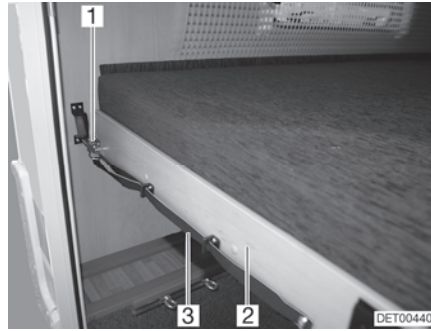

Fig. 116 Litera (parte trasera)
- Tirar del lazo (Fig. 116,3) y soltar el pestillo (Fig. 116,1).
- Tirar el somier (Fig. 116,2) junto con el colchón hacia delante hasta que engatille.